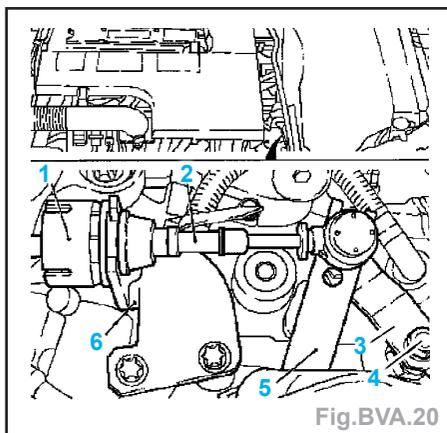

Fig.BVA.20
- Démontez le câble de la commande du levier de sélection (2) (Fig.BVA.20) :
- dégrafer le levier de commande avec **KM-6042 (5)**,
- dégrafer du contre-appui (6).
- Remonter le levier de commande (3) (Fig.BVA.20).
- Remonter le câble de la commande du levier de sélection (2).
- Démontez le câble de la commande (2) du levier de sélection (3) (Fig.BVA.20) :
- dégrafer du levier de commande avec **KM-6042 (5)**,
- Reposer le câble (2) sur le levier de sélection (3) (Fig.BVA.20).